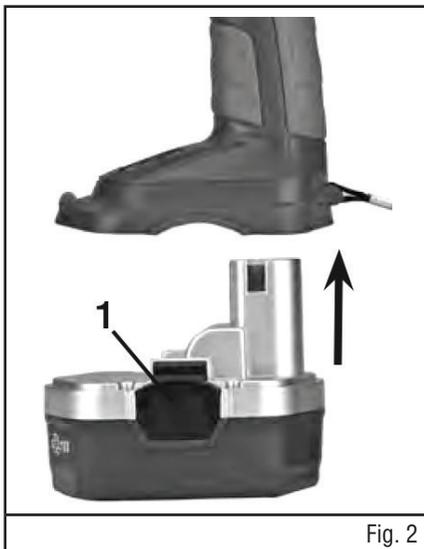

Fig. 2
Voir la figure 2.
1. Pour installer le bloc-pile, insérez celui-ci dans le boîtier de la perceuse de la façon indiquée à la figure 2. Insérez toujours le bloc-pile jusqu'au fond jusqu'à ce qu'il s'enclenche en position en laissant entendre un léger déclic. Tirez légèrement sur la pile pour vous assurer qu'elle est bloquée en position et qu'elle ne tombera pas de façon accidentelle de la perceuse, entraînant ainsi des blessures.